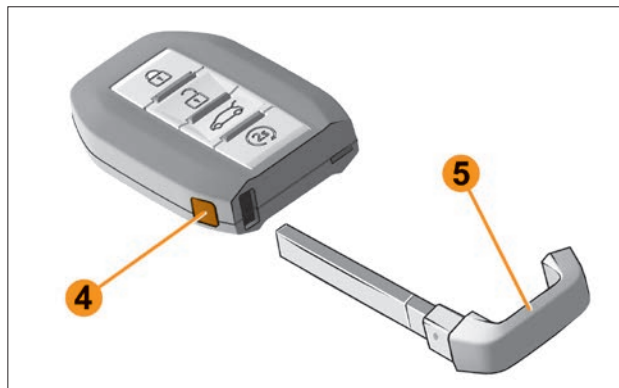

Рис. 6.13.3. Механический ключ
- нажав на боковую кнопку **4** (рис. 6.13.3), извлеките механический ключ **5** из корпуса ПДУ;